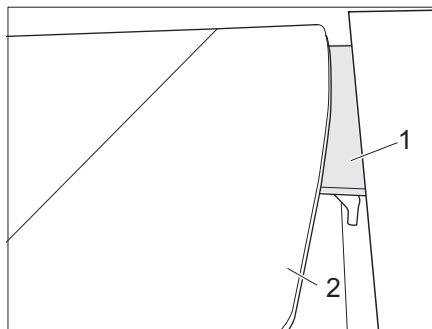
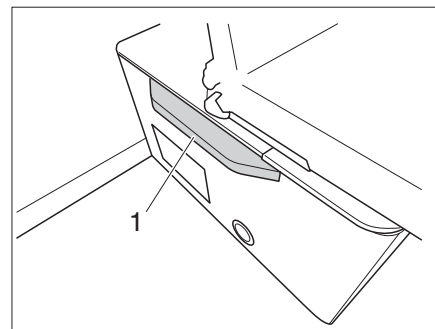

Fig. 113 Abaisser la table sur le bord d'appui
Fig. 114 Abaisser la table sur l'extension
- Basculer le plateau de la table (Fig. 113,2) vers le bas sur le bord d'appui (Fig. 113,1).
- Basculer le plateau de la table (Fig. 113, 2) vers le bas sur le bord d'appui (Fig. 113, 1) ou le faire reposer sur l'extension prévue à cet effet (Fig. 114, 1).